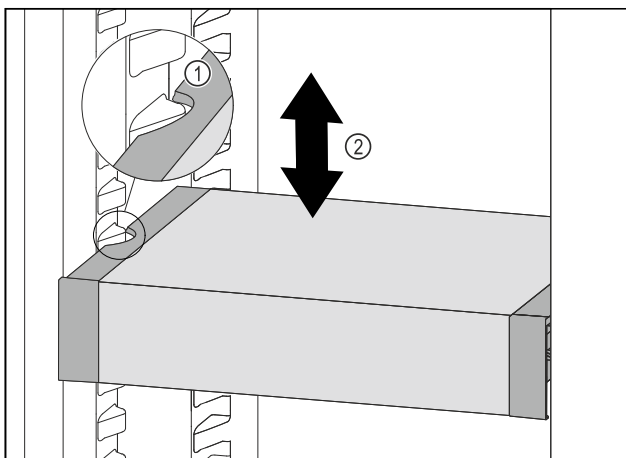

Fig. 171
- Tirare VarioSafe in avanti fino a quando le cavità laterali di VarioSafe non si trovano al livello della nervatura del contenitore nel vano frigorifero. Fig. 171 (1)
- Spostare VarioSafe verso l'alto o verso il basso nel vano frigorifero fino a raggiungere l'altezza desiderata. Fig. 171 (2)